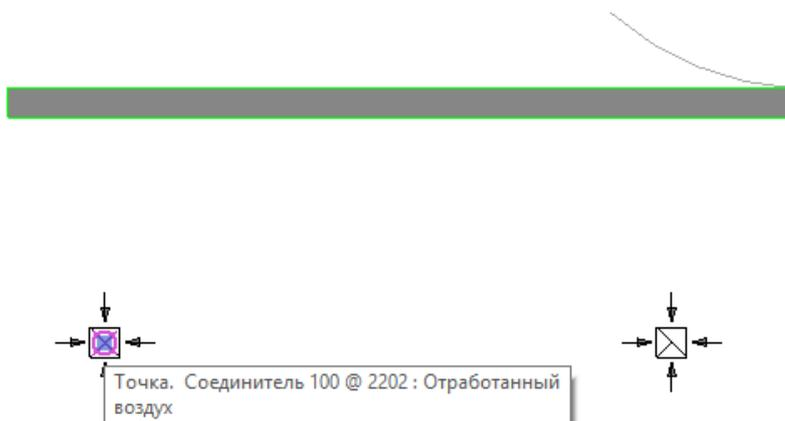

Рисунок 5.13 Присоединение воздуховода к соединителю
6.2. В меню «Свойства» выбрать тип воздуховода (в данном случае круглый), установить диаметр воздуховода и далее направить курсор на центр решетки (рисунок 5.13).